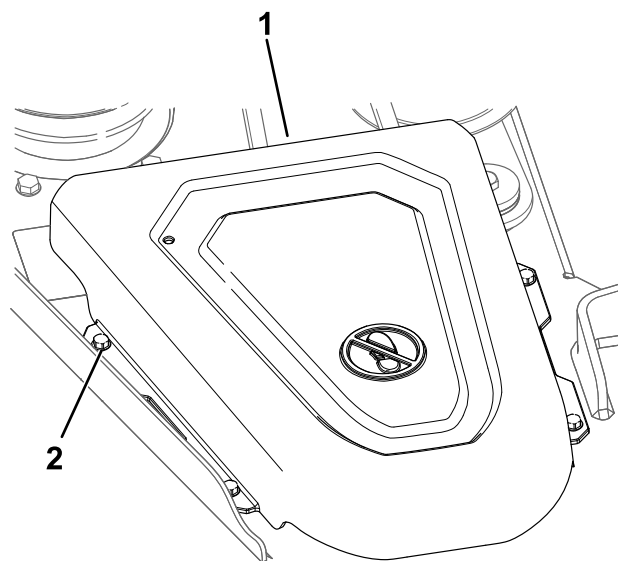

Figura 51
4. Nei piatti da 122 cm, allentate le 4 viti di entrambe le protezioni delle pulegge e rimuovete le protezioni (Figura 51).
9. Nei piatti di taglio da 91 cm montate le protezioni delle pulegge (Figura 51).